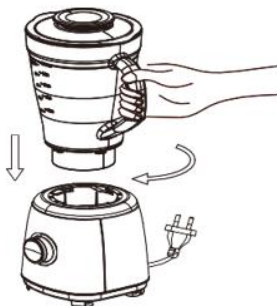

Fig 2
2. Helyezze a kehelyt az alapba (5) majd óramutató járásával megegyező irányba forgassa el. További információt a "Biztonsági reteszelő rendszer" c. Fejezetben talál. (Fig 2)